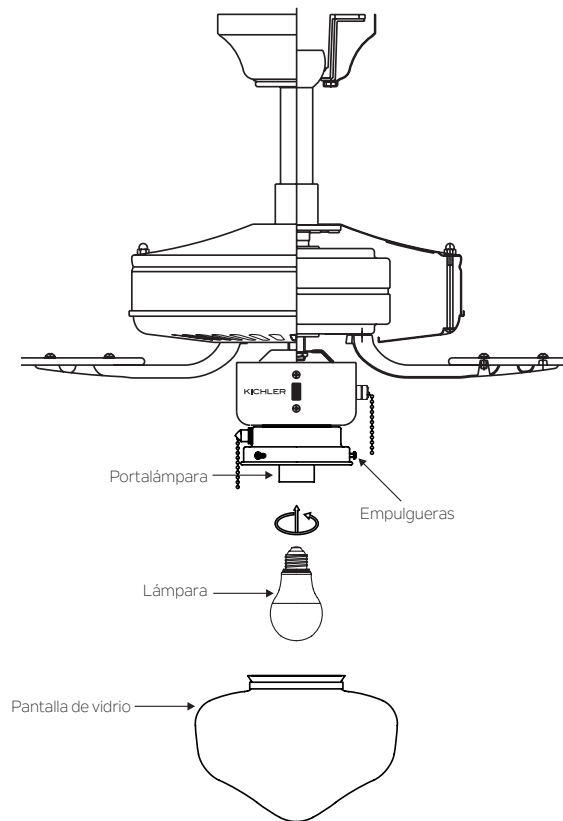

Fig. 3
1. Instale la lámpara LED E26 de 9 vatios (incluida). (Fig. 3)
2. Fije la pantalla de vidrio a la lámpara apretando cada uno de los tornillos de montaje ubicados alrededor del exterior de la lámpara. Apriete cada tornillo de manera uniforme para centrar la pantalla de vidrio. **NO APRIETE DEMASIADO.** (Fig. 3)